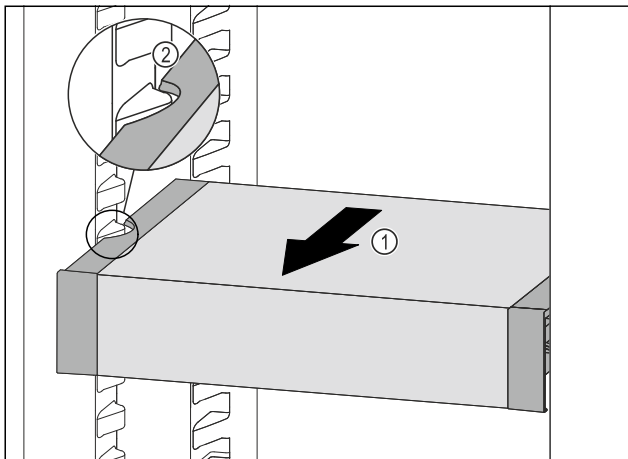

Fig. 102
- ▶ Потягнути VarioSafe вперед Fig. 102 (1), поки бокові заглиблення VarioSafe не опиняться на рівні ребра для ємності в охолоджувальному відділенні. Fig. 102 (2)